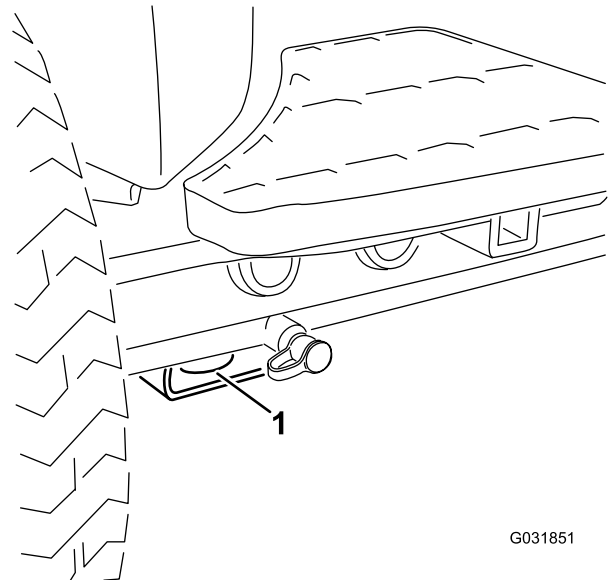
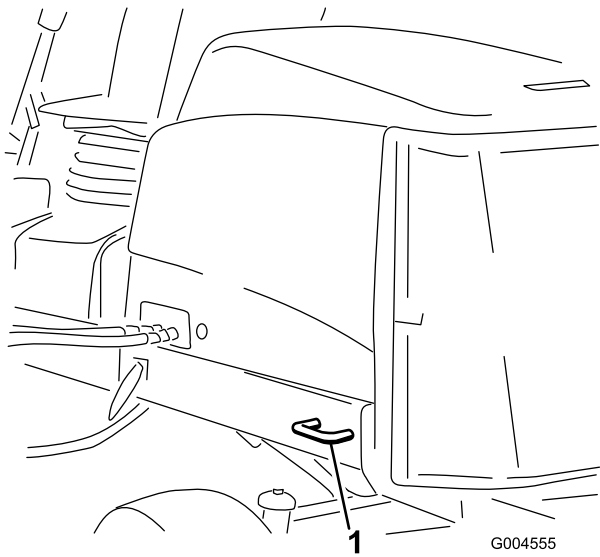

Figura 56
Figura 57
- Amarre la máquina firmemente con correas, cadenas, cables o cuerdas. Tanto las correas delanteras como las traseras deben orientarse hacia abajo y hacia fuera respecto a la máquina; Consulte Figura 56 y Figura 57.
- Delantero – el orificio del bloque rectangular, debajo del tubo del eje, al interior de cada rueda delantera (Figura 56)
- Detrás – en cada lado de la máquina, en el bastidor trasero (Figura 57)